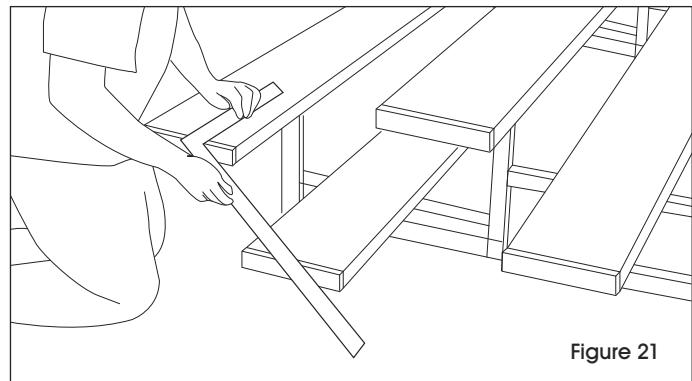

Figure 21
12. Les planches de banc doivent dépasser de 45,7 cm (18 po) les deux extrémités, en mesurant à partir du milieu du cadre. Assurez-vous que l'extrémité du banc est d'équerre avec les planches repose-pieds (les côtés doivent être alignés). Répétez l'opération pour les planches de banc restantes. (Voir Figure 21)